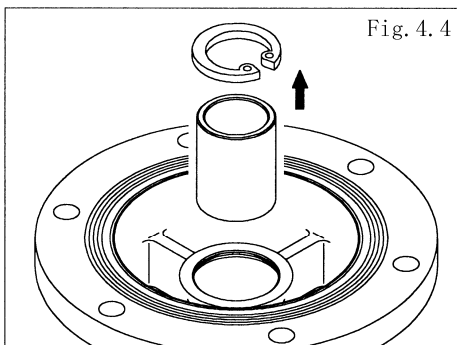

Fig. 4.4
- 拆下C型止动环，从空气室中取下通道轴承。〈Fig.4.4〉